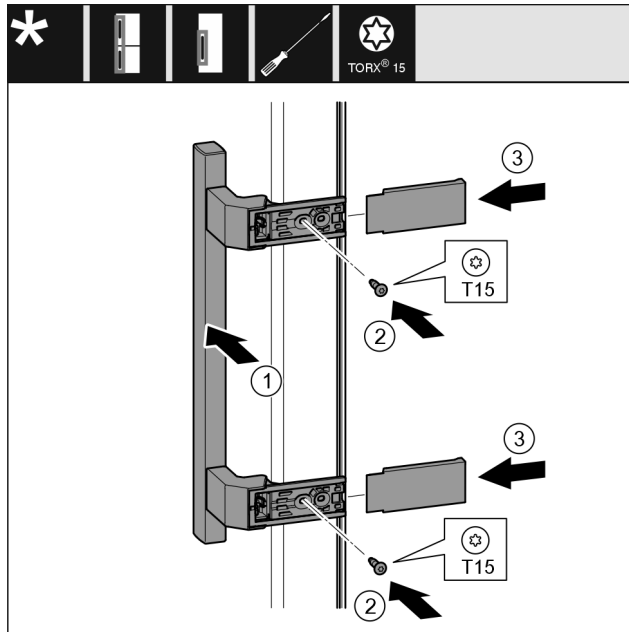

Fig. 26
- ▶ Nasad'te madlo Fig. 26 (1) na protilehlé straně.
- ▶ Šroubovákem šrouby Fig. 26 (2) pevně utáhněte.
- ▶ Kryty Fig. 26 (3) bočně nasad'te a nasuňte.